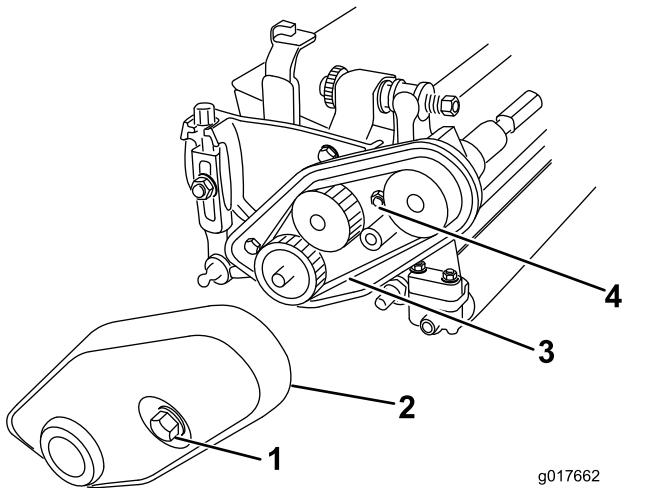

Figura 3
- Allentate i bulloni prigionieri che fissano il paracinghia all'estremità sinistra dell'apparato di taglio prima di rimuovere il coperchio (Figura 3).
- Allentate il dado di tensionamento cinghia e rimuovete la cinghia stessa (Figura 3).